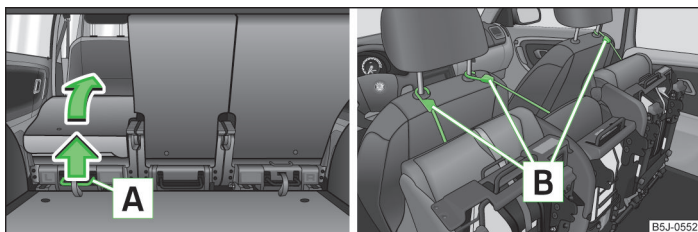

Abb. 41 Sitz komplett vorklappen / Vorgeklappte Sitze verriegeln
- › Den Hebel » Abb. 41 nach oben ziehen und danach den Sitz komplett vorklappen.
- › Den Hebel **A** » Abb. 41 nach oben ziehen und den Sitz komplett vorklappen.
- › Den vorgeklappten Sitz mithilfe des Befestigungsgurts **B** an einer Führungsstange der Kopfstütze des vorderen Sitzes verriegeln » Abb. 41.